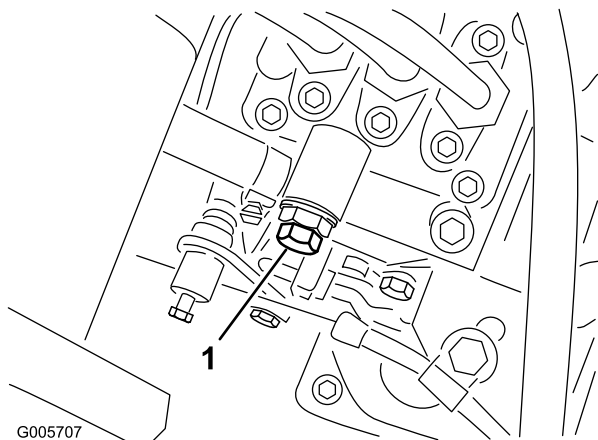

Figure 33
3. Desserrez la vis de purge sur la pompe d'injection (Figure 33).